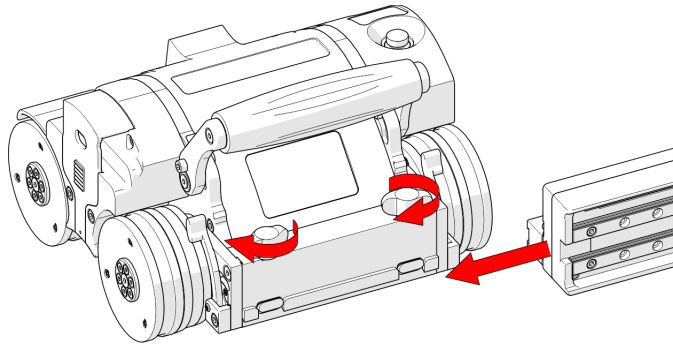

Figure 2-25 Coulisage dans un support pivotant
1. Dévissez les deux boutons à ailettes noires, puis faites coulisser le rail de montage de la tige d'indexation motorisée dans les mâchoires à queue d'aronde du robot d'inspection (voir la Figure 2-25 à la page 67).